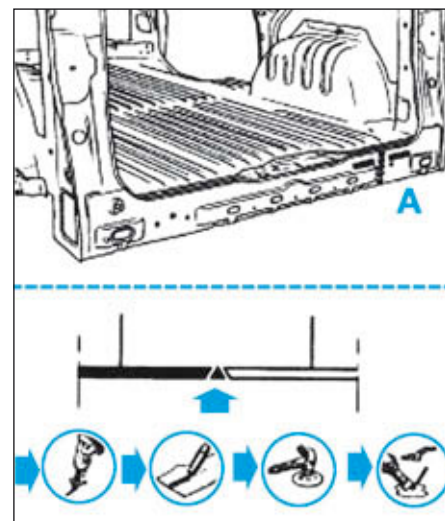

FIG.85
- Tracer puis découper la jupe arrière (Fig.85).
- Souder par cordons MAG (Fig.85).